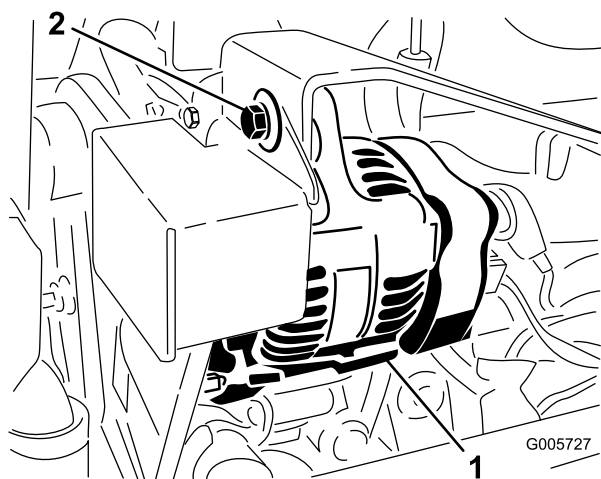

Figure 65
2. Lorsque la tension est correcte, la courroie présente une flèche de 10 mm quand une force de 44 N est exercée à mi-chemin entre les poulies (Figure 65).